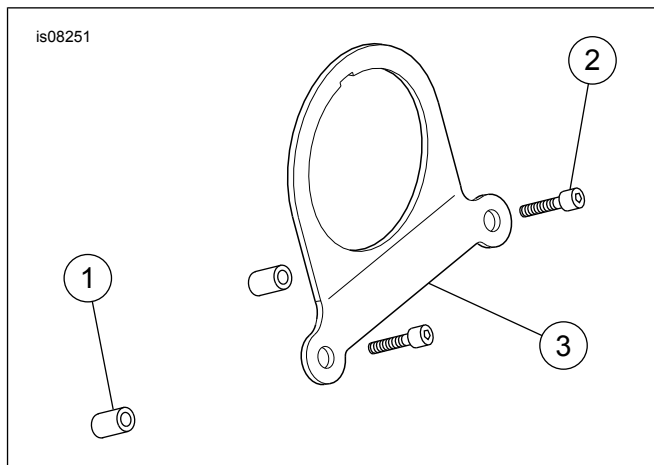

Figura 1. Peças de reposição
Veja Figura 1 e Tabela 3.
1. Consulte Figura 1. Remova os dois parafusos da barra do guidom que ficam mais distantes do motociclista.
2. Coloque espaçadores (1) nos rebaixos vazios dos furos do parafuso do prendedor.
3. Fixe, sem apertar, o suporte do tacômetro (3) na barra do guidom com os parafusos (2).